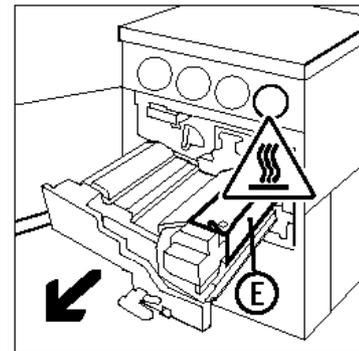

Figure 42 : Retrait du transport papier
- 3 Saisissez le transport papier et tirez-le fermement jusqu'à ouverture complète (figure 42).